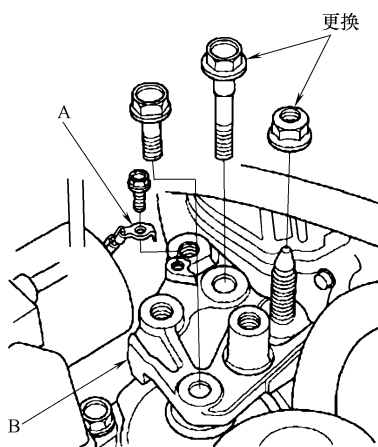

图 23-124 拆卸接地电缆 A 和发动机侧面固定支架 B
- 10) 按照图 23-124 所示，拆卸接地电缆 A 和发动机侧面固定支架 B。